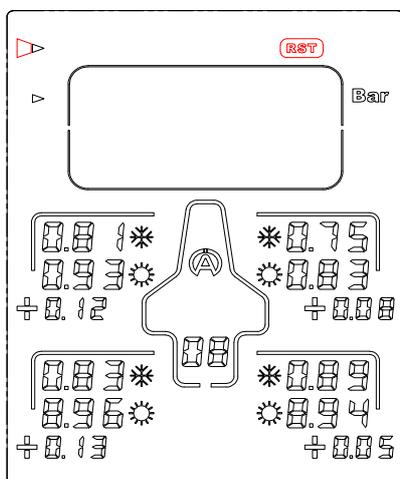

Figure 10
- 1) A l'aide des boutons , sélectionnez l'icône « **RST** » (figure 10)